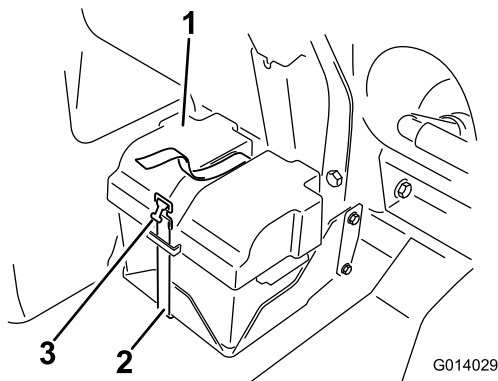

Figure 65
3. Posez le couvercle de la batterie et fixez-le avec la sangle retirée précédemment (Figure 65).